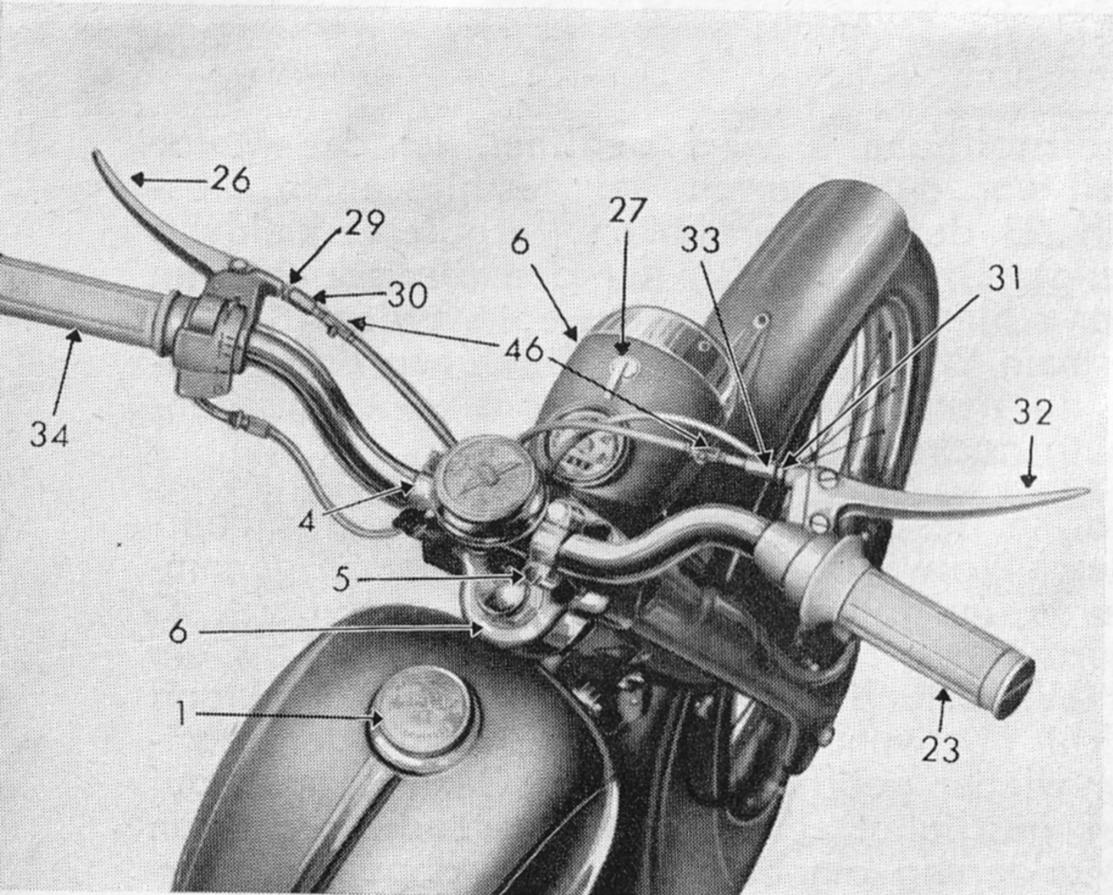

Bild 5
- d) **Der Lenker** (Bild 5) der Combinette ist in zwei Lenkerhaltern 4 mit je einer Schelle gelagert und kann nach Lösen von vier Sechskantschrauben 5 nach vor- oder
3. Beleuchtung (Bild 5)
2. **Die Kupplung** soll nicht schleifen. Bei richtiger Einstellung hat der Handkupplungshebel 26 (Bild 5) beim Anziehen, also beim Auskuppelvorgang, etwas Spiel (toten Gang) und zwar ca. 1 cm am äußeren Hebelende. Das Spiel des Kupplungszuges wird dadurch nachgestellt, daß man die am Handkupplungshebel 26 anliegende Sechskantmutter 29 lockert und dann die Stellschraube 30 hinein- oder herausdreht. Hineindreihen vergrößert, Herausdrehen verkleinert das Spiel. Nach der Einstellung des Kupplungsspiels wird die Sechskantmutter 29 gegen den Schaltdrehgriff 34 wieder festgezogen. Reicht die Nachstellmöglichkeit nicht aus, ist in einer **Werkstatt** die Kupplung neu einzustellen.
11. **Alle Seilzüge** (Bild 5) müssen sich in ihren Hüllen leicht bewegen lassen und sind deshalb nach den 3 Inspektionen, bzw. nach Bedarf zu schmieren. Hierbei sind von den Einfüllstellen 46 die Hütchen abzunehmen. Nach dem Einspritzen eines dünnen Öles (z. B. SAE 40) die Hütchen wieder aufsetzen.